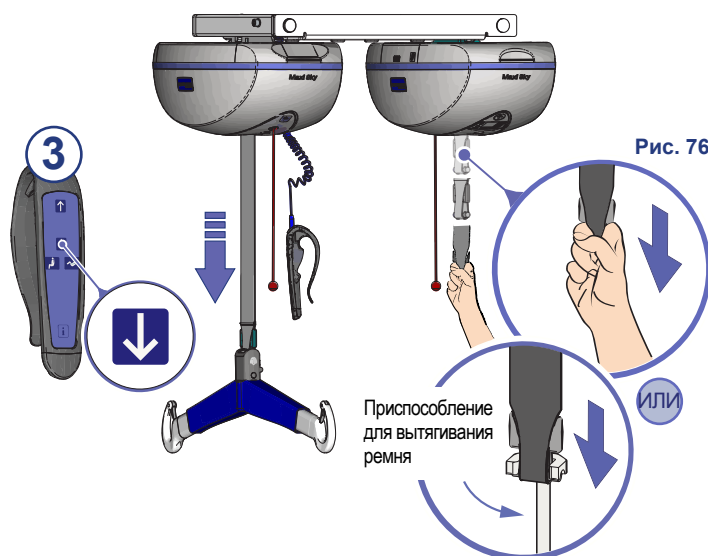

Рис. 76
2) Выполните действия, показанные на рис. 76, чтобы перевести *Maxi Sky 2 Plus* в двойной режим.